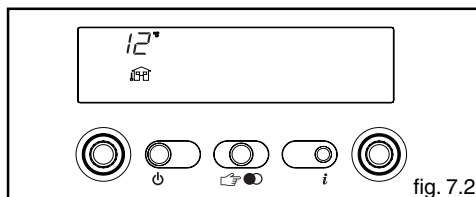

fig. 7.2
**Info 1** solo con sonda esterna collegata, visualizza la temperatura esterna (esempio 12 °C) (fig. 7.2).